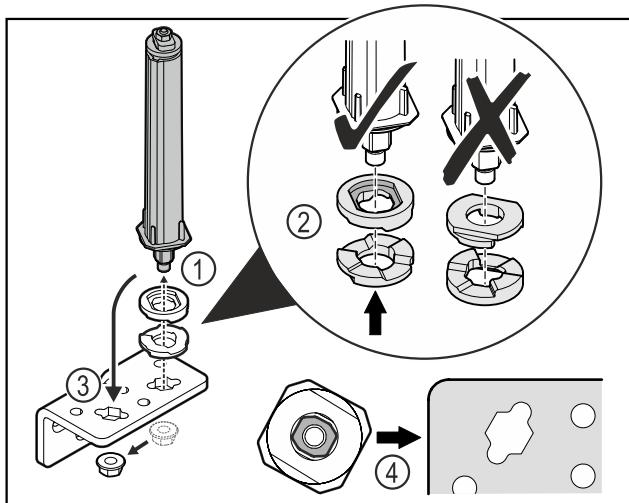

Fig. 34
- Развийте гайката и свалете затварящата система на вратата Fig. 34 (1).
- Обърнете внимание на правилното подравняване на шайбите за регулиране на височината Fig. 34 (2).
- Преместете затварящата система на вратата в ъгъла на пантата и я фиксирайте с гайката Fig. 34 (3).
- При поставяне се уверете, че затварящата система на вратата е правилно подравнена Fig. 34 (4).